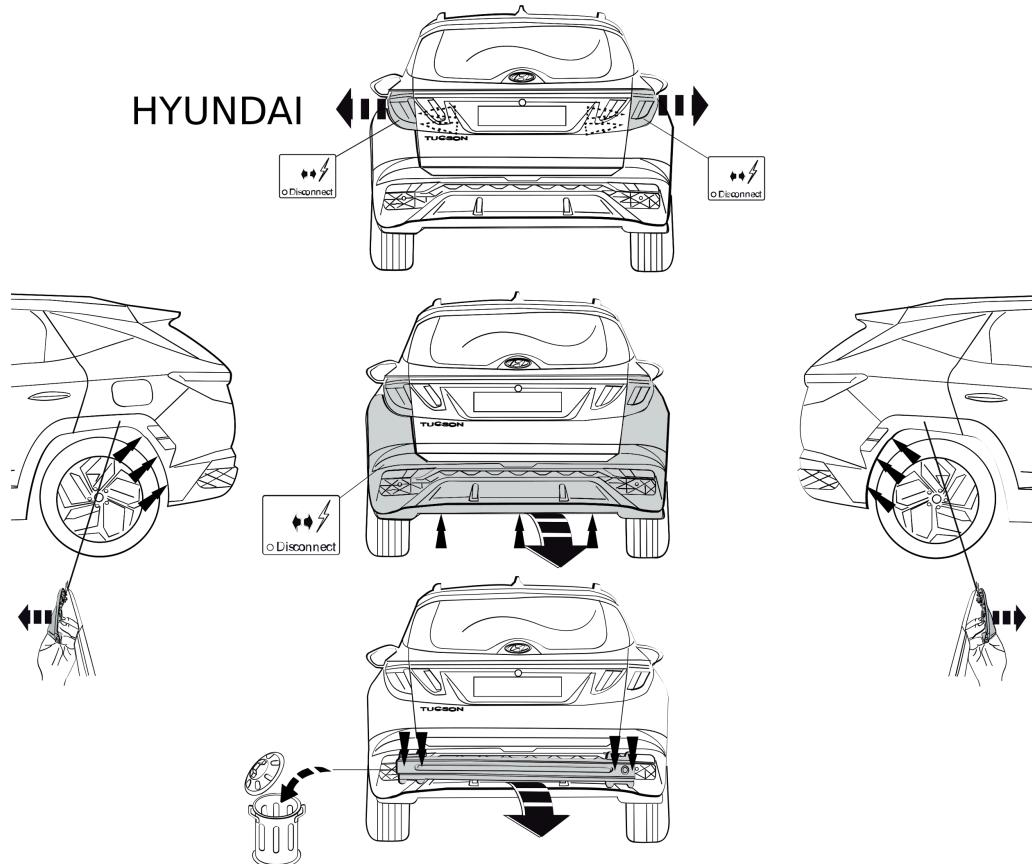

Fig. 1
1. Снять оба блока задних фар. Снять бампер вместе со буферным бруском автомобиля. Буферный брус больше не понадобится. Демонтируйте антенну. См. рисунок 1 & 2.